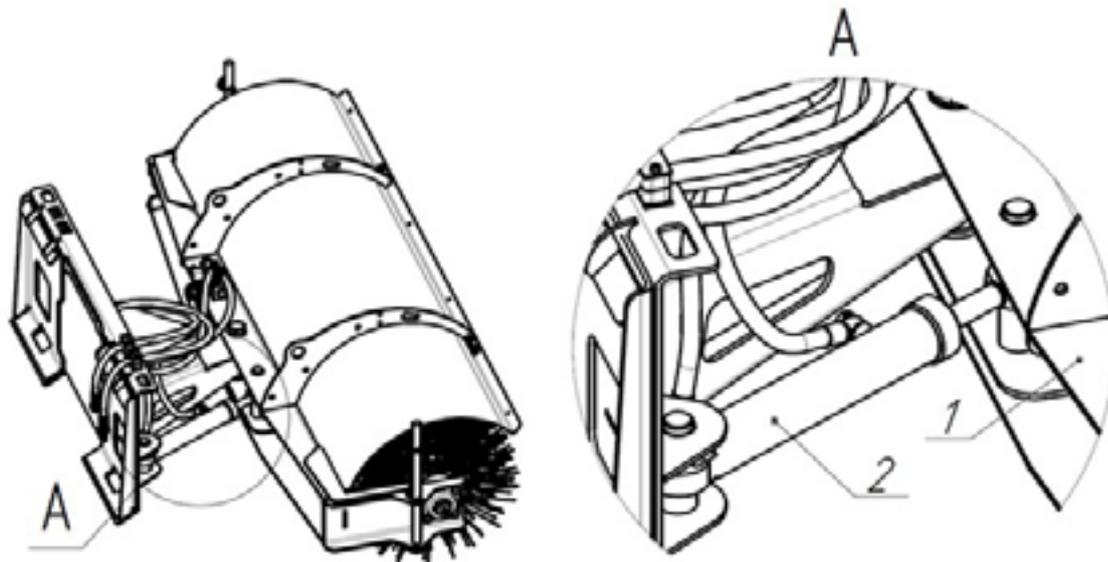

Рис. 8 - Дистанционная регулировка угла поворота щетки
- Установите необходимый угол поворота корпуса, подметающего катка поз. 1 (Рис.8), плавно подав давление в гидроцилиндр поз. 2, используя органы управления потоком рабочей жидкости в дополнительной линии.